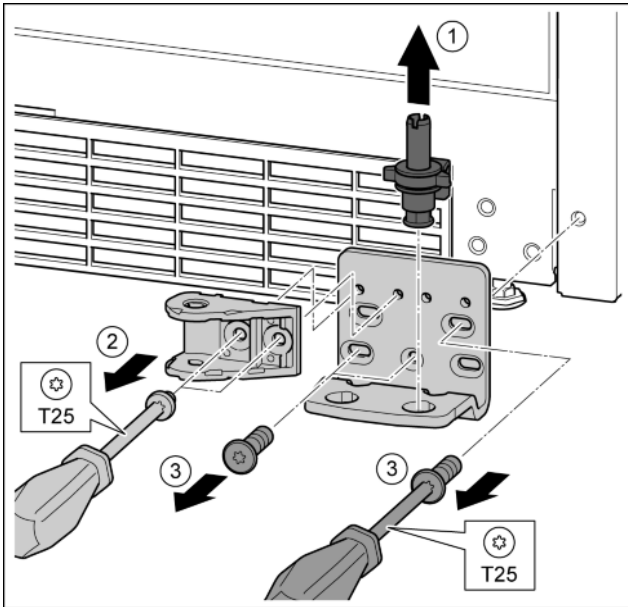

Fig. 27
- ▶ Lagerbolzen komplett nach oben herausziehen. *Fig. 27 (1)*
- ▶ Schrauben mit Schraubendreher T25 herausdrehen und Lagerbock abnehmen *Fig. 27 (2)*
- ▶ Schrauben mit Schraubendreher T25 herausdrehen und Lagerbock abnehmen. *Fig. 27 (3)*